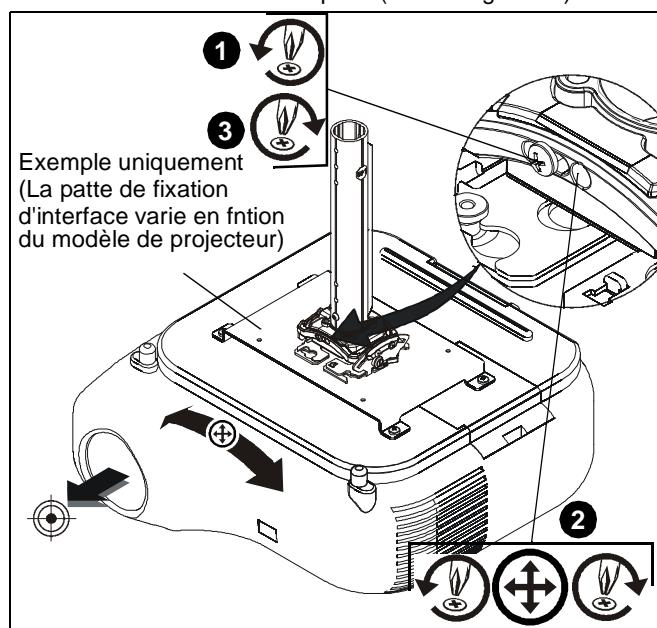

Figure 19
- Desserrez la vis de blocage du réglage de l'ondulation à l'aide d'un tournevis Phillips 2. (Voir la Figure 19)
- Tournez la vis de réglage micrométrique de l'ondulation vers la droite ou la gauche à l'aide d'un tournevis Phillips 2 jusqu'à ce que l'image soit correctement alignée sur la cible. (Voir la Figure 19)
- Resserrez la vis de blocage du réglage de l'ondulation à l'aide d'un tournevis Phillips 2. (Voir la Figure 19)